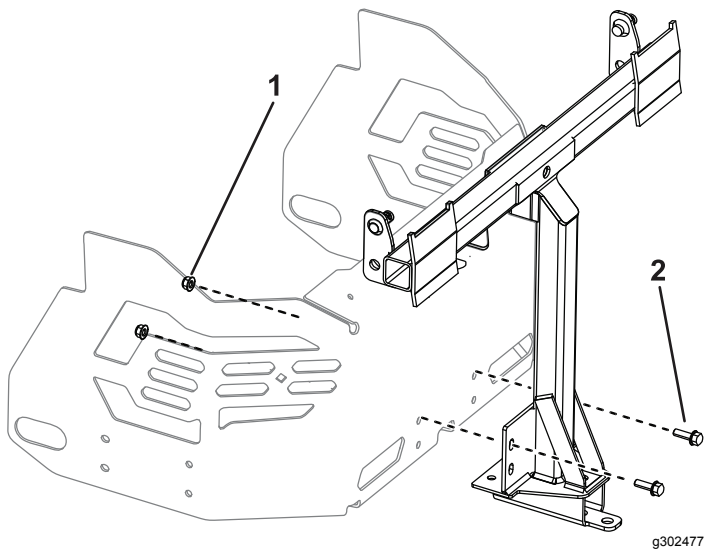

Figura 3
2. Instale el soporte del estabilizador en el protector del motor usando dos pernos de cuello cuadrado (5/16" x 3/4") y 2 contratuercas (5/16"), según se muestra en Figura 3.